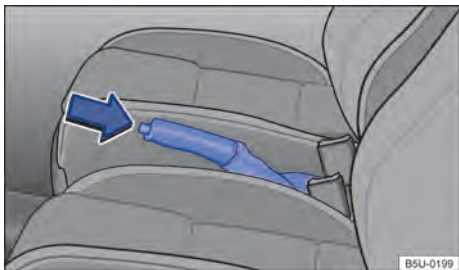

Fig. 88 Entre os bancos dianteiros: alavanca do freio de estacionamento.
- Puxar a alavanca do freio de estacionamento para cima com o botão bloqueador pressionado → Fig. 88 (seta).
- O freio de estacionamento está puxado quando, com a ignição ligada, a luz de controle (D) no instrumento combinado está acesa.
- Puxar a alavanca do freio de estacionamento um pouco para cima e pressionar o botão bloqueador → Fig. 88 (seta).